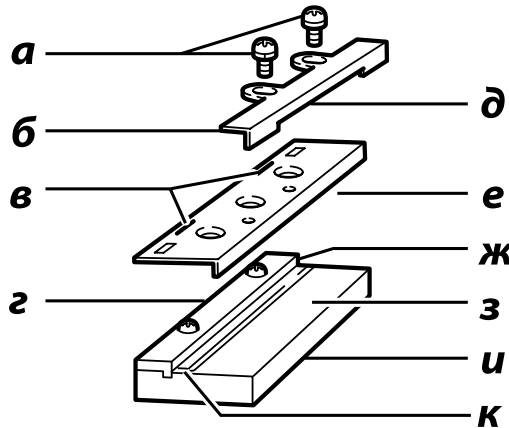

Рис. 3
**2.** Для установки лезвий, слегка присоедините регулировочную пластину к установочной пластине с помощью винтов с потайной головкой и установите мини-лезвие для строгального станка на шаблонное основание, чтобы отрезной край лезвия был полностью заподлицо с внутренним краем шаблонной пластины (Рис. 3).